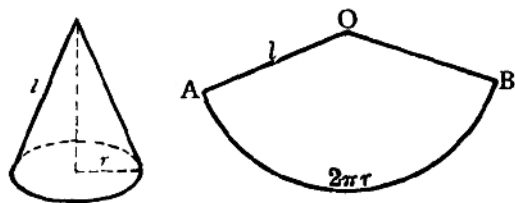

图 13-11
①在板料上的适当位置选择一点 O ，以 O 为圆心、母线长 l 为半径划弧（图 13-11）。
②用钢卷尺沿弧截取等于圆锥底面周长 $2\pi r$ 的一段 $\widehat{AB}$.
③连结 OA 和 OB . 扇形 OAB 就是所要画的圆锥侧面展开图.
(2) 放射法